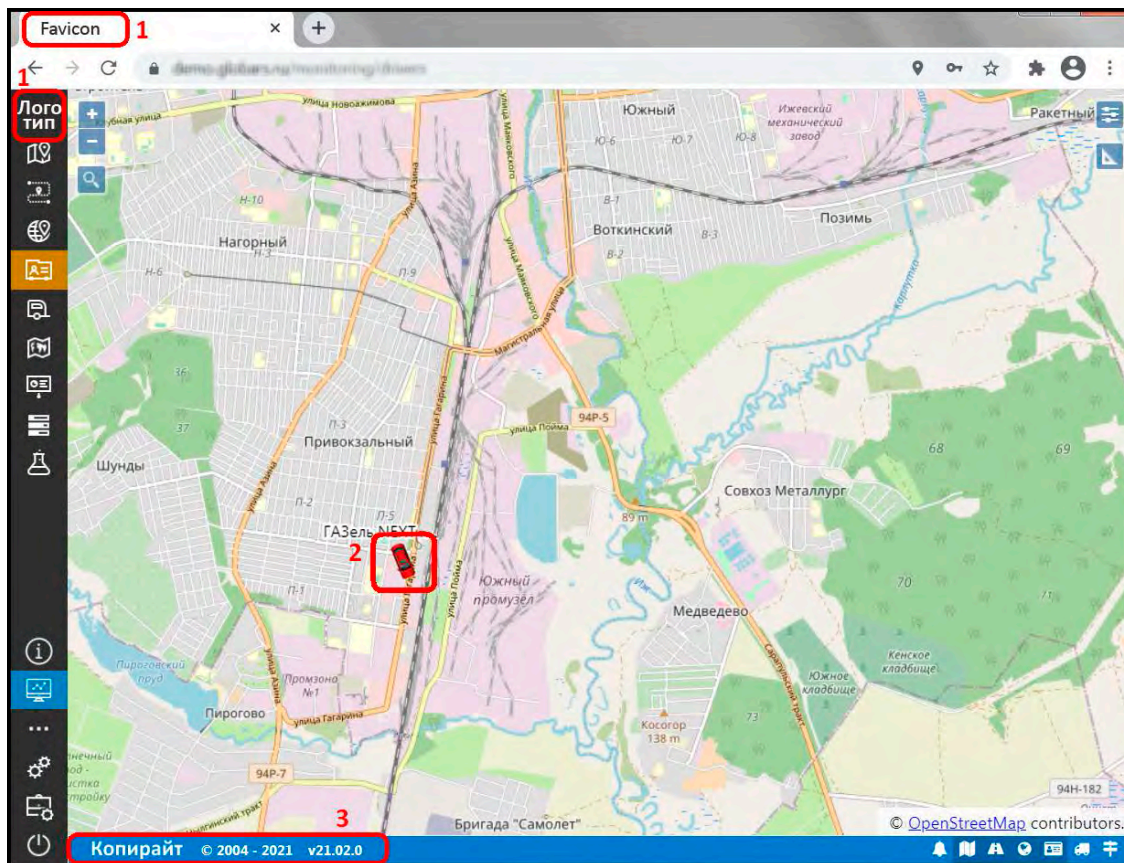

Рис. 1.1.3. Изменяемые элементы интерфейса.
- ✓ Логотип в основном меню, название и иконка вкладок в браузере (favicon) (1) (рис. 1.1.3). Требования к размеру изображения: 128 x 128 пикселей.
- ✓ Иконку транспортного средства по умолчанию (2) (рис. 1.1.3). Требования к размеру изображения: 128 x 128 пикселей.
- ✓ Копирайт (3) (согласно файлам с переводами на другие языки и только перевод можно добавить на недостающие языки) (рис. 1.1.3).